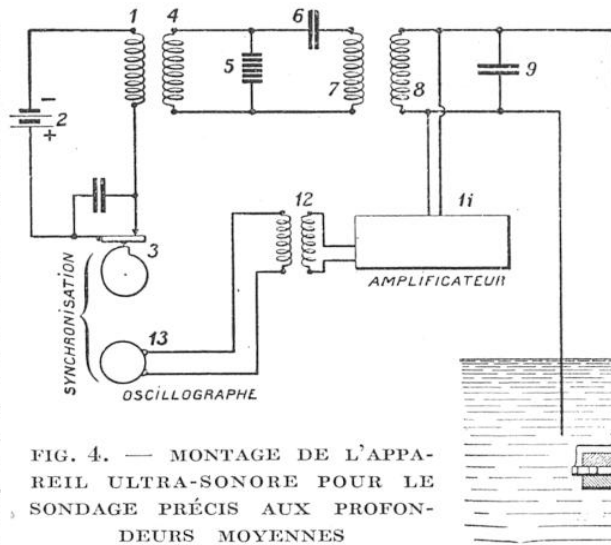

FIG. 4. — MONTAGE DE L'APPAREIL ULTRA-SONORE POUR LE SONDAGE PRÉCIS AUX PROFONDEURS MOYENNES
*Schéma II* (fig. 4). — Ce montage est celui de l'appareil ultra-sonore pour le sondage précis aux profondeurs moyennes, avec lecture visuelle : 1, circuit primaire d'une bobine de Ruhmkorff (transformateur statique) ; 2, batterie d'accumulateurs pour l'alimentation de cette bobine ; 3, interrupteur à